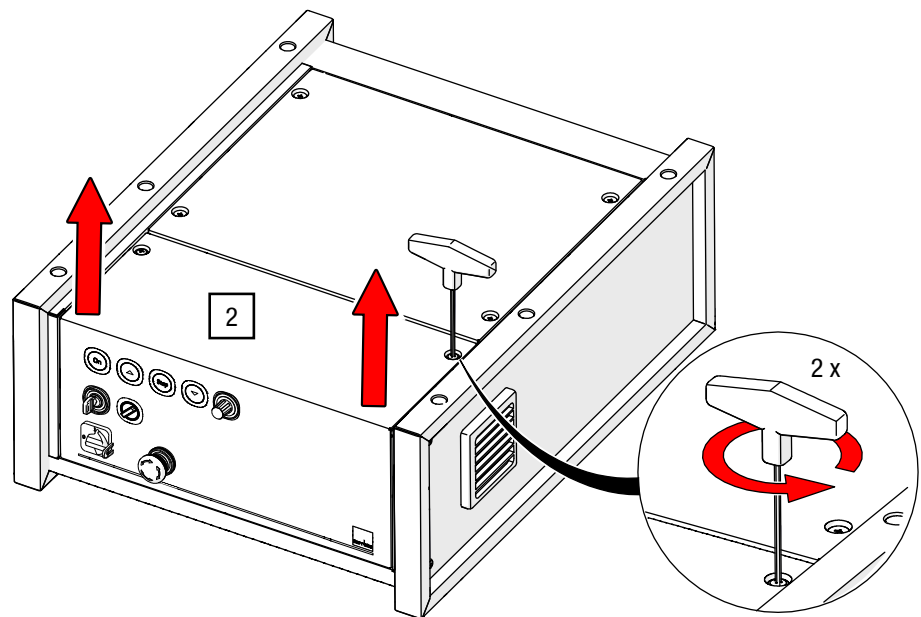

Abb. 23: G-FRAME 54 – Bedienfeld lösen und anheben
2. Lösen Sie das Bedienfeld mit dem ISK SW 3 an beiden Seiten und heben Sie das Bedienfeld ab (siehe Abb. 23).